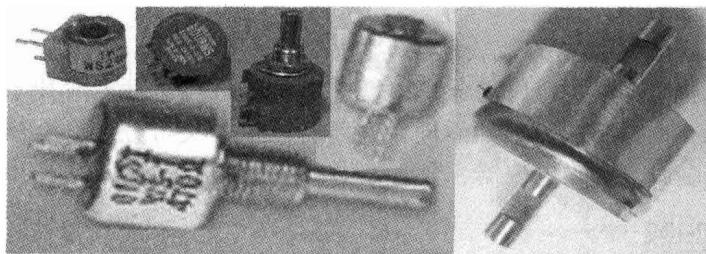

图1-10 实心电位器
2. 实心电位器 实心电位器的实物如图1-10所示，它包括有机实心电位器、无机实心电位器和导电塑料电位器。其中，有机实心电位器使用最为广泛。